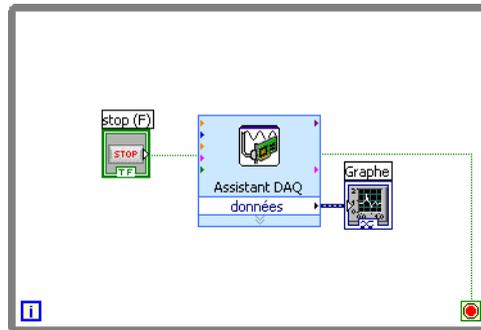

Figure 4-2. Diagramme du VI Read Voltage
7. Cliquez sur le bouton **Oui**. LabVIEW place une boucle `While` autour du VI Express Assistant DAQ et de l'indicateur graphe. Sur le diagramme, un bouton `STOP` apparaît câblé à l'entrée **stop** du VI Express Assistant DAQ. La sortie **arrêtée** du VI Express est câblée au terminal de condition de la boucle `While`. Le diagramme devrait maintenant être semblable à la figure 4-2.